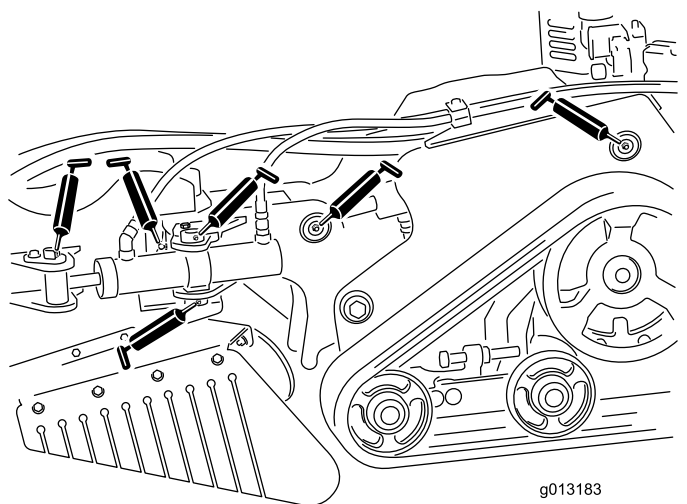
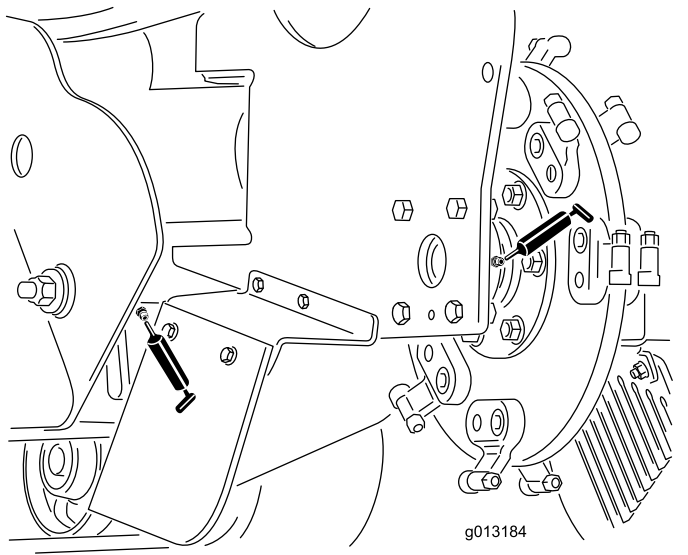

Figura 24
Figura 25
4. Ligue uma pistola de lubrificação ao encaixe (Figura 24 e Figura 25).